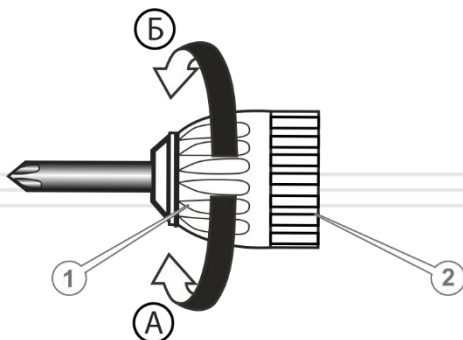

Рисунок 4. Схема встановлення та заміна біти, насадки, сверла.
Щоб вимкнути обертання шпинделя під час фіксації насадки, утримуйте другою рукою корпус патрона (2) (див. рисунок 4).
2. Поверніть від руки обойму патрона (1, рис. 4) проти ходу годинникової стрілки (А), щоб відкрити затискні кулачки, відрегулюйте обертанням обойми отвір патрону до діаметра хвостовика свердла або біти.